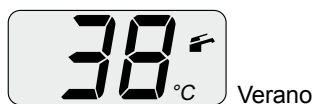

Figura 2.2
- Conecte la alimentación eléctrica de la caldera accionando el interruptor bipolar incluido en la instalación. La pantalla LCD muestra el estado en el que se encuentra la caldera (el último memorizado) Figura 2.2